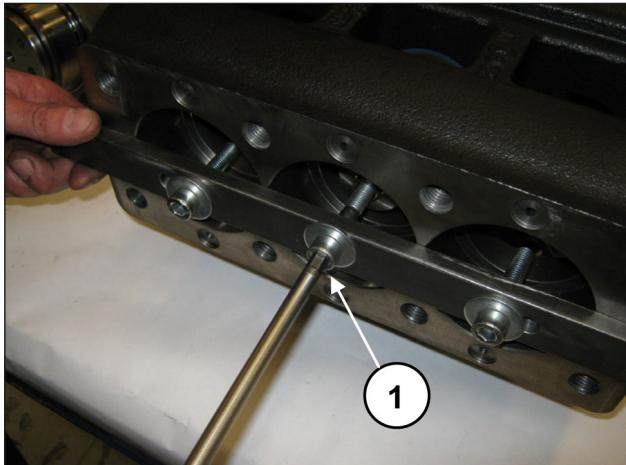
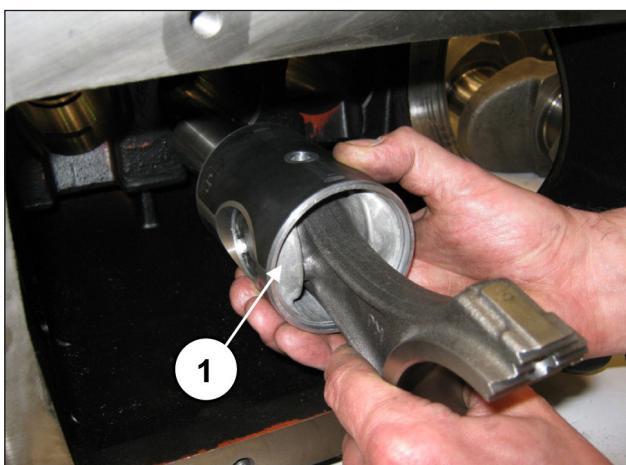

图 32
图 33
拧松工具（代码 27566200）的螺栓以松开连杆（位置①，图 32），接着从泵壳后方开口处抽出连杆/柱塞导承组件（位置①，图 33）。
确保曲轴箱已彻底清洁后，将半连杆/活塞导承组件插入曲轴箱管内(①，图 33)。
锁定三个组件，可利用编号为 27566200 的专用工具(①，图 32)。
拆除用于锁定连杆、编号为 27566200 的工具(位置①, 图 32)。